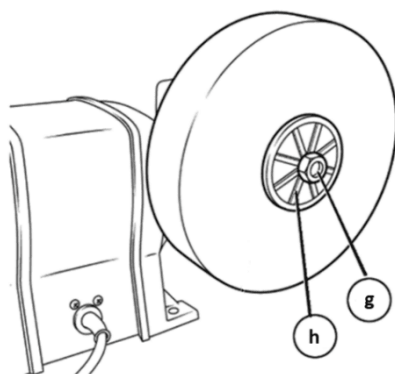

Fig. 5c
- Rimuovere la flangia esterna (h) dal mandrino, quindi rimuovere la mola a umido (1). Vedere la Fig. 5c.